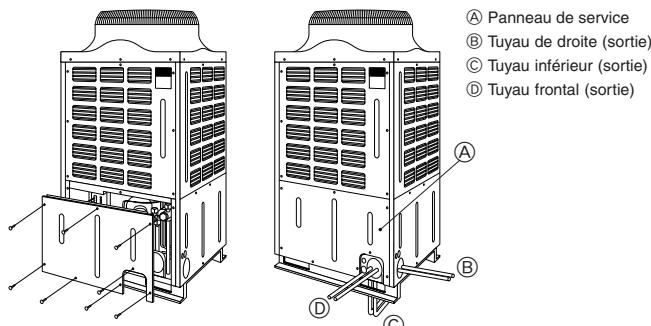

Fig. 5-4
5.3. Mise en place des tuyaux de réfrigérant (Fig. 5-4)